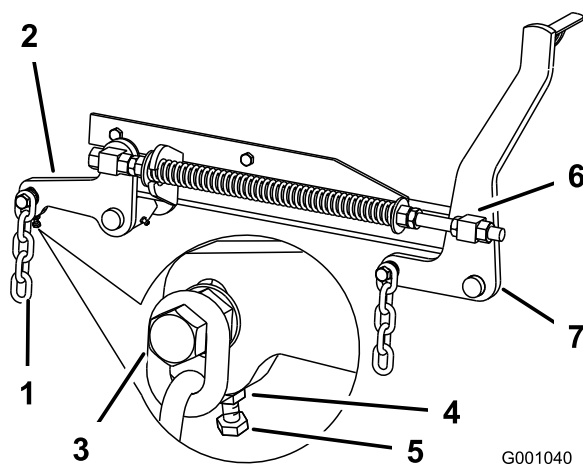

Figure 72
7. Si la distance mesurée au point **B** ou **C** n'est pas correcte, desserrez le boulon de fixation de la chaîne arrière au bras de support arrière (Figure 72).
8. Desserrez l'écrou de blocage sous le bras de support arrière et agissez sur le boulon de réglage de manière à obtenir une distance de 79 à 83 mm (3-1/8 à 3-1/4 po) (Figure 72).
7. Desserrez d'environ 13 mm (1/2 po) les écrous de blocage à l'avant des pivots avant gauche et droit (Figure 72).
8. Réglez les écrous de relevage sur les côtés gauche et droit de la machine de manière à abaisser l'avant de 6 à 10 mm (1/4 à 3/8 po) au point **A** par rapport au point **B** à l'arrière (Figure 72).